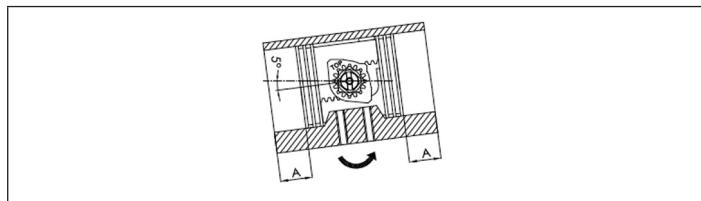

Fig. 15 : Contrôler la cote A
- Mettre les deux pistons (pos. 40) en même temps dans le corps (pos. 50) et les enfoncez jusqu'à ce qu'ils soient engagés, tourner ensuite le corps dans le sens contraire des aiguilles d'une montre jusqu'à ce que la course soit terminée,
- Lorsque les pistons sont entièrement rentrés, s'assurer que la rotation obtenue est légèrement supérieure à 0° par rapport à l'axe du corps et que la cote A est identique des deux côtés (voir Fig. 15 :).